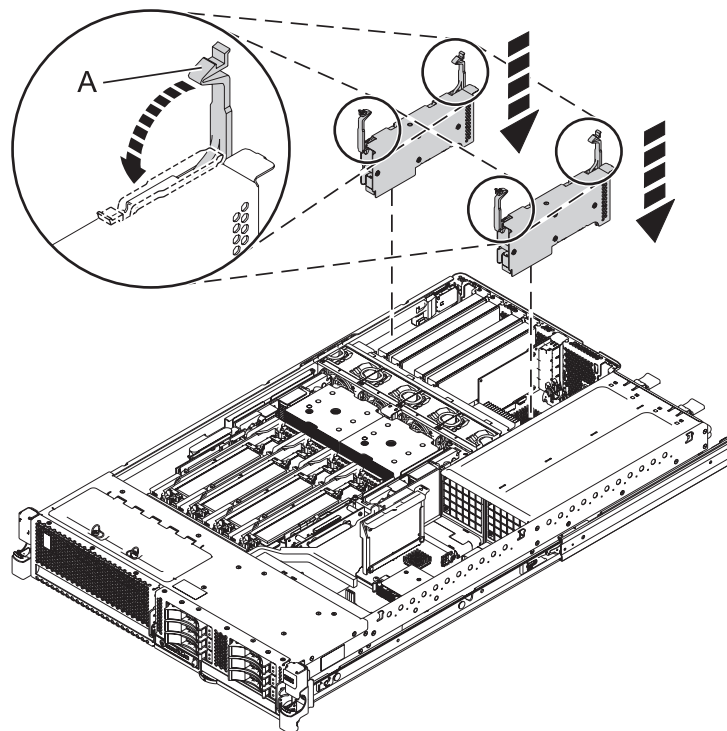

Figure 2. Installation d'un adaptateur dans un système 8231-E2B monté en armoire
10. Préparez l'installation du nouvel adaptateur en mettant les taquets en position ouverte sur l'adaptateur et sur l'emplacement de ce dernier, comme illustré dans Figure 2.
13. Faites pivoter les taquets en position verrouillée, comme indiqué dans la figure 2.